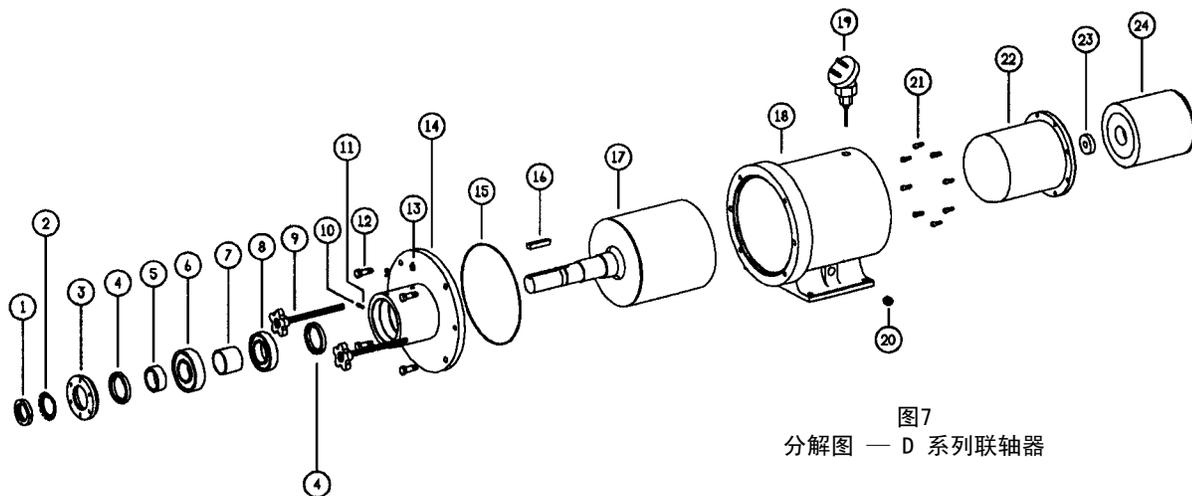

图7
1. 将两个螺旋起重器（2-297-022-999）装入轴承箱。参见第 6 页 图 7 和图 8。取下两颗 0.50" 六角螺钉并在相应孔中旋入一个 0.50" NC x 8" 的螺杆。取下另外两颗 0.50" 六角螺钉